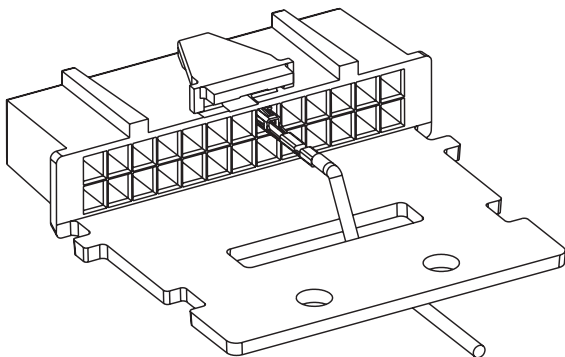

Figura 1a. Protector del cable
6. Dirija los cables a través del conector accesorio como se muestra en la figura 1a o para aplicaciones con varios accesorios conectados al transceptor móvil, dirija los cables como se muestra en la figura 1b y utilice una brida para asegurarlos al conector tras completar el paso 7.